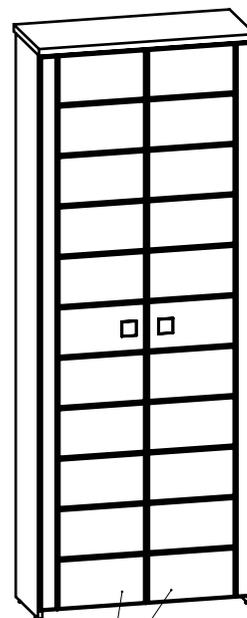

Рис.6
9. Установите двери, закрепив петли затяжными винтами (Рис. 6).